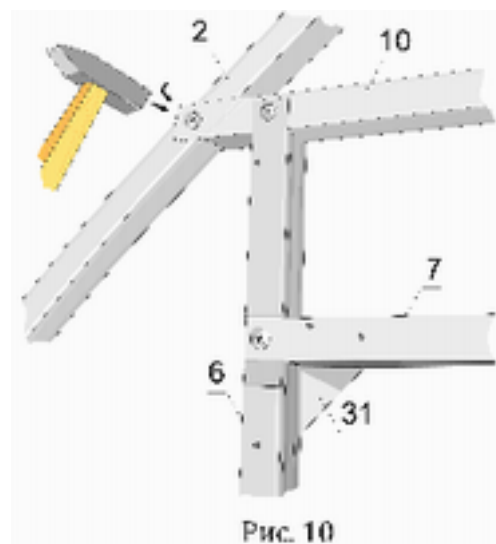

Рис. 10
3.1.6. К дугам №1 и №2 присоедините стяжку №10. Острые углы стяжки №10 загните молотком (рис. 10).
3.3.4. К дугам №11 и №12 присоедините стяжку №10. Острые углы стяжки №10 загните молотком (рис. 10).